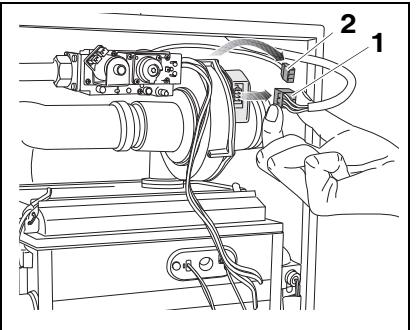

Fig. 5
- Estrarre la spina dell'allacciamento alla rete (fig. 5, pos. 1) del ventilatore.
- Estrarre la spina del cavo tachimetrico (fig. 5, pos. 2) del ventilatore. Inoltre, togliere il blocco della spina esercitando pressione.
- Retirar a ficha da ligação de rede (fig. 5, pos. 1) do ventilador.
- Retirar a ficha do cabo do taquímetro (fig. 5, pos. 2) do ventilador. Para este efeito soltar o bloqueio na ficha, pressionando-a mesma.